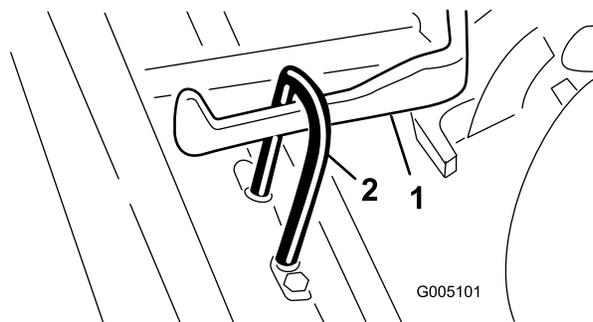

図 7
2. カッティングユニットをプルフレームの下に引き入れ、吊り輪 (フープ) を昇降アームに引っかける (図 7)。